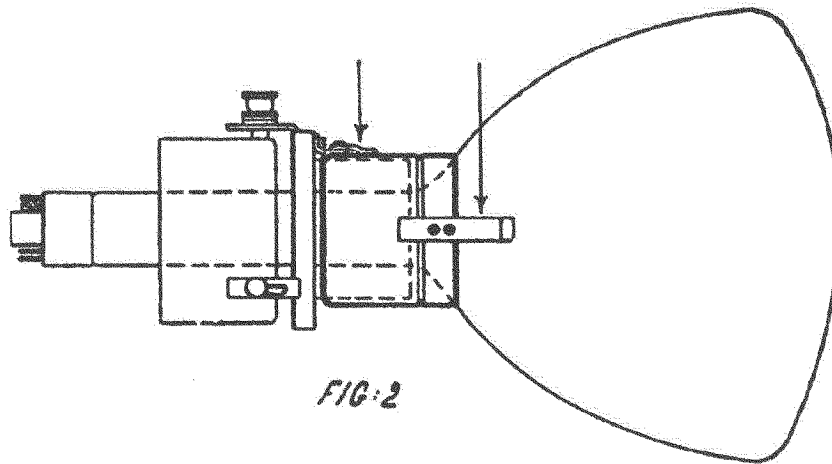

FIG:2
2. Om de deflectie spoelen is een bus aangebracht, welke eveneens met het chassis en met de grafietlaag verbonden wordt. Zie fig. 2